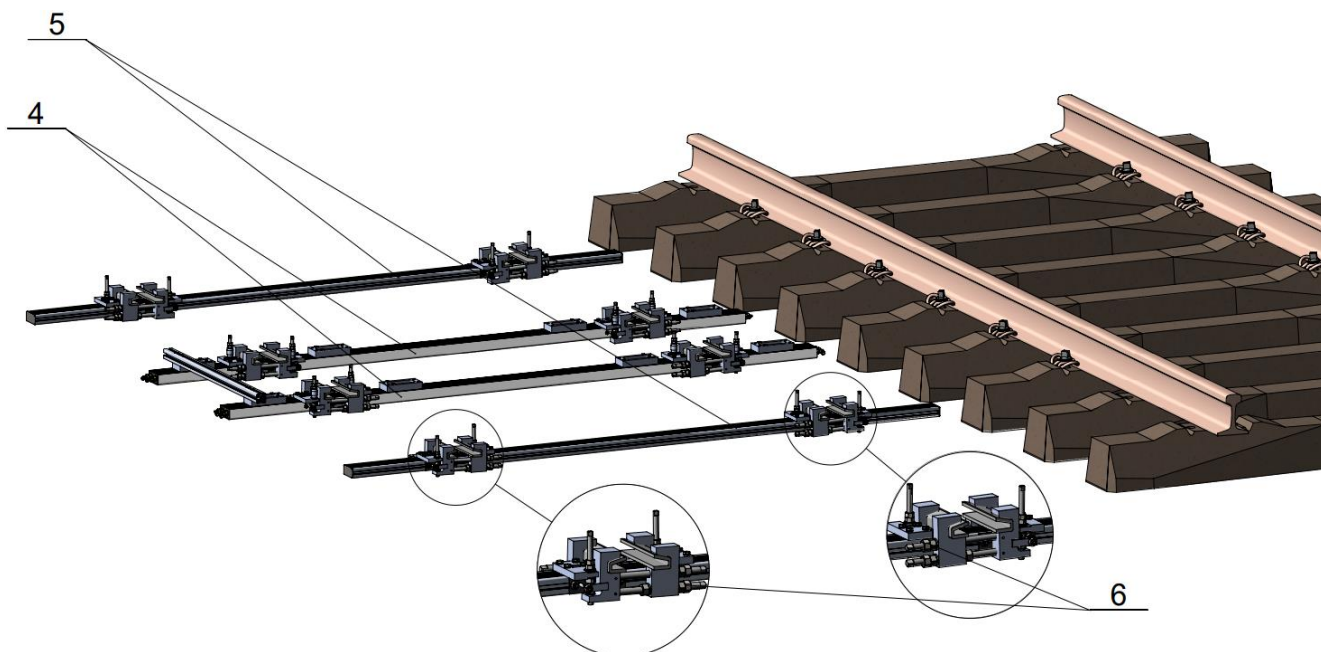

Figura 45 - Apoio às Instruções de montagem do Sistema – Passo 2
4. Instalar e fixar os blocos de comutação pos.8 (parafuso DIN 912 M5, com chave sextavada de 4 mm) e os blocos de distribuição pneumáticos pos.9 (parafuso DIN 912 M6, com chave sextavada de 5 mm). Ver figura 45 e, para visualização mais detalhada, desenhos DE-9.86.OX.33_710-001-1.